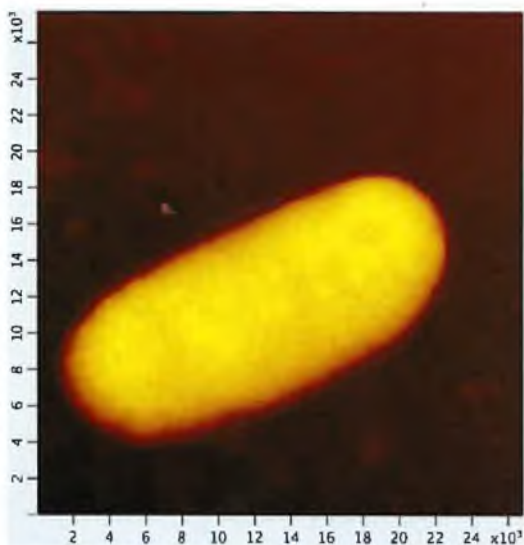

Рисунок 3. Исходное изображение
1. Откройте фрейм **2_filter** (рисунок 3).